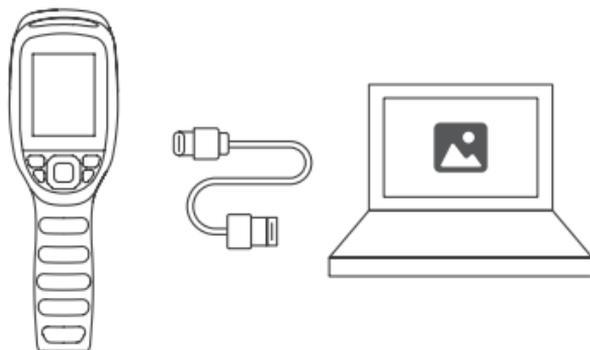

Figura 4.1.1
2. Conecte el TC004 a su computadora con el cable USB suministrado (ver Figura 4.1.1).